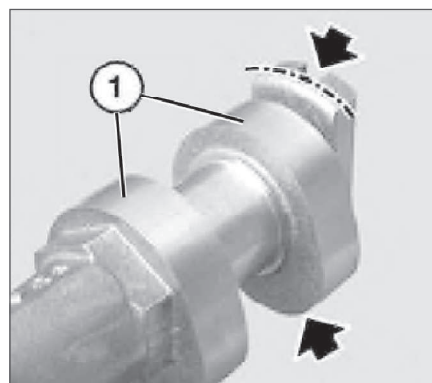

Рис. 3.177. Лыска вала
Конструктивным отличием впускного распределительного вала является то, что когда закругленная сторона лыски (рис. 3.177) направлена в вверх (стрелка), то при этом кулачки (1) 4-го цилиндра располагаются под углом вниз, в сторону впуска.